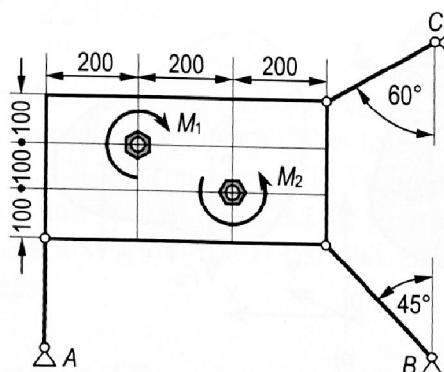

Bild 4.36: Konstruktionsteil mit Momentbelastung
8. Auf ein Konstruktionsteil (**Bild 4.36**) werden durch gleichzeitiges Anziehen von zwei Muttern die Momente (Kräftepaare!) $M_1 = 100 \text{ Nm}$ und $M_2 = 60 \text{ Nm}$ ausgeübt. Man bestimme die Auflagerkräfte.